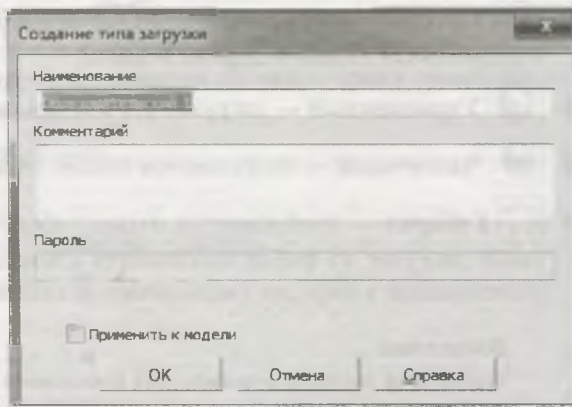

Рис. 25.34. Окно **Создание типа загрузки**
- ◆ для создания пользовательского типа загрузки нажмите на кнопку **Создать**  справа от поля **Тип загрузки**. На экране появляется диалог **Создание типа загрузки** (рис. 25.34);